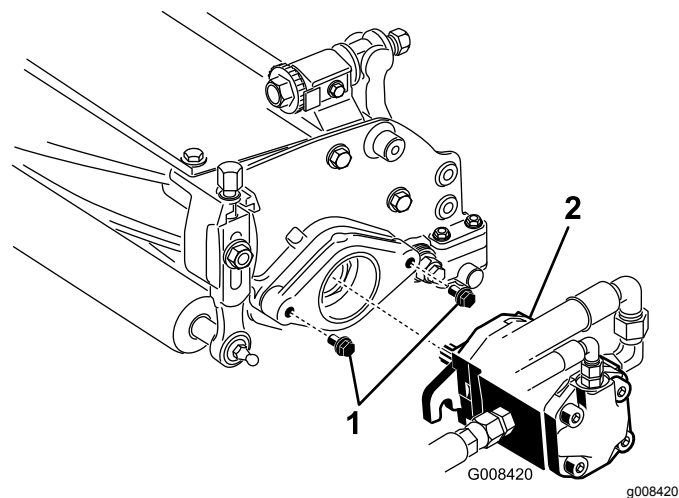

Figura 11
7. Certifique-se de que deixa uma folga de aproximadamente 13 mm em cada parafuso de montagem do motor da transmissão do cilindro (Figura 11).
8. Cubra o veio estriado do motor com massa lubrificante limpa e monte o motor rodando-o no sentido dos ponteiros do relógio até que a folga das cavilhas tenha sido eliminada. Rode o motor no sentido contrário aos ponteiros do relógio até que as flanges envolvam as cavilhas (Figura 11).
9. Aperte os parafusos de montagem (Figura 11).